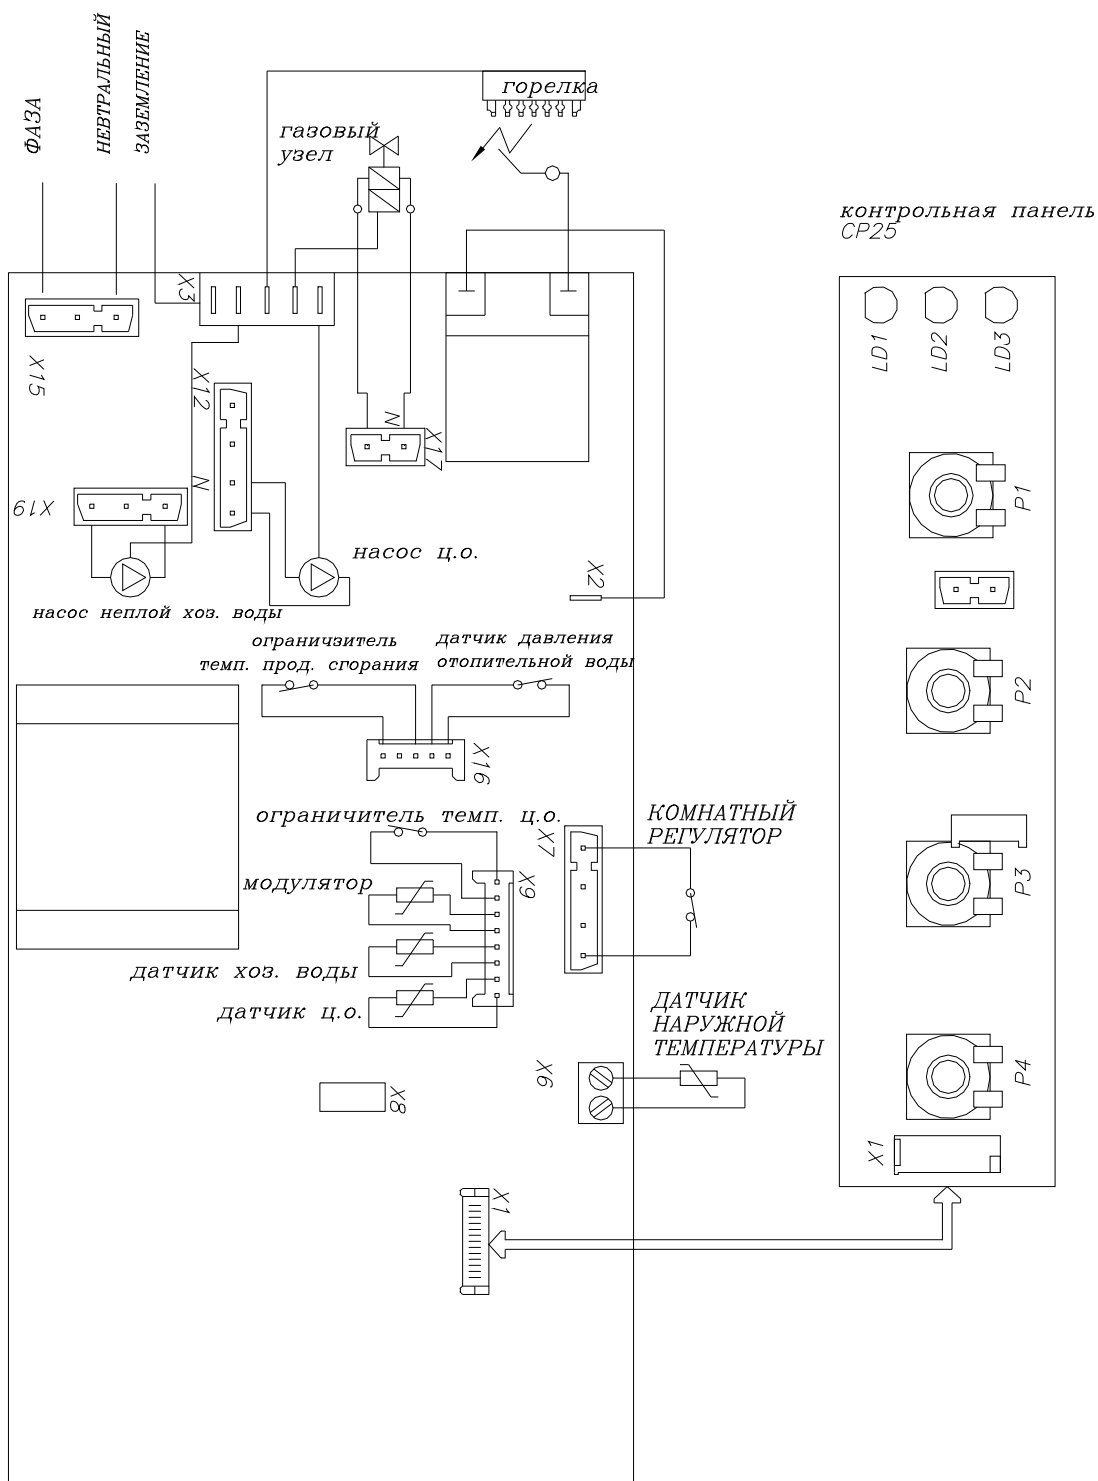
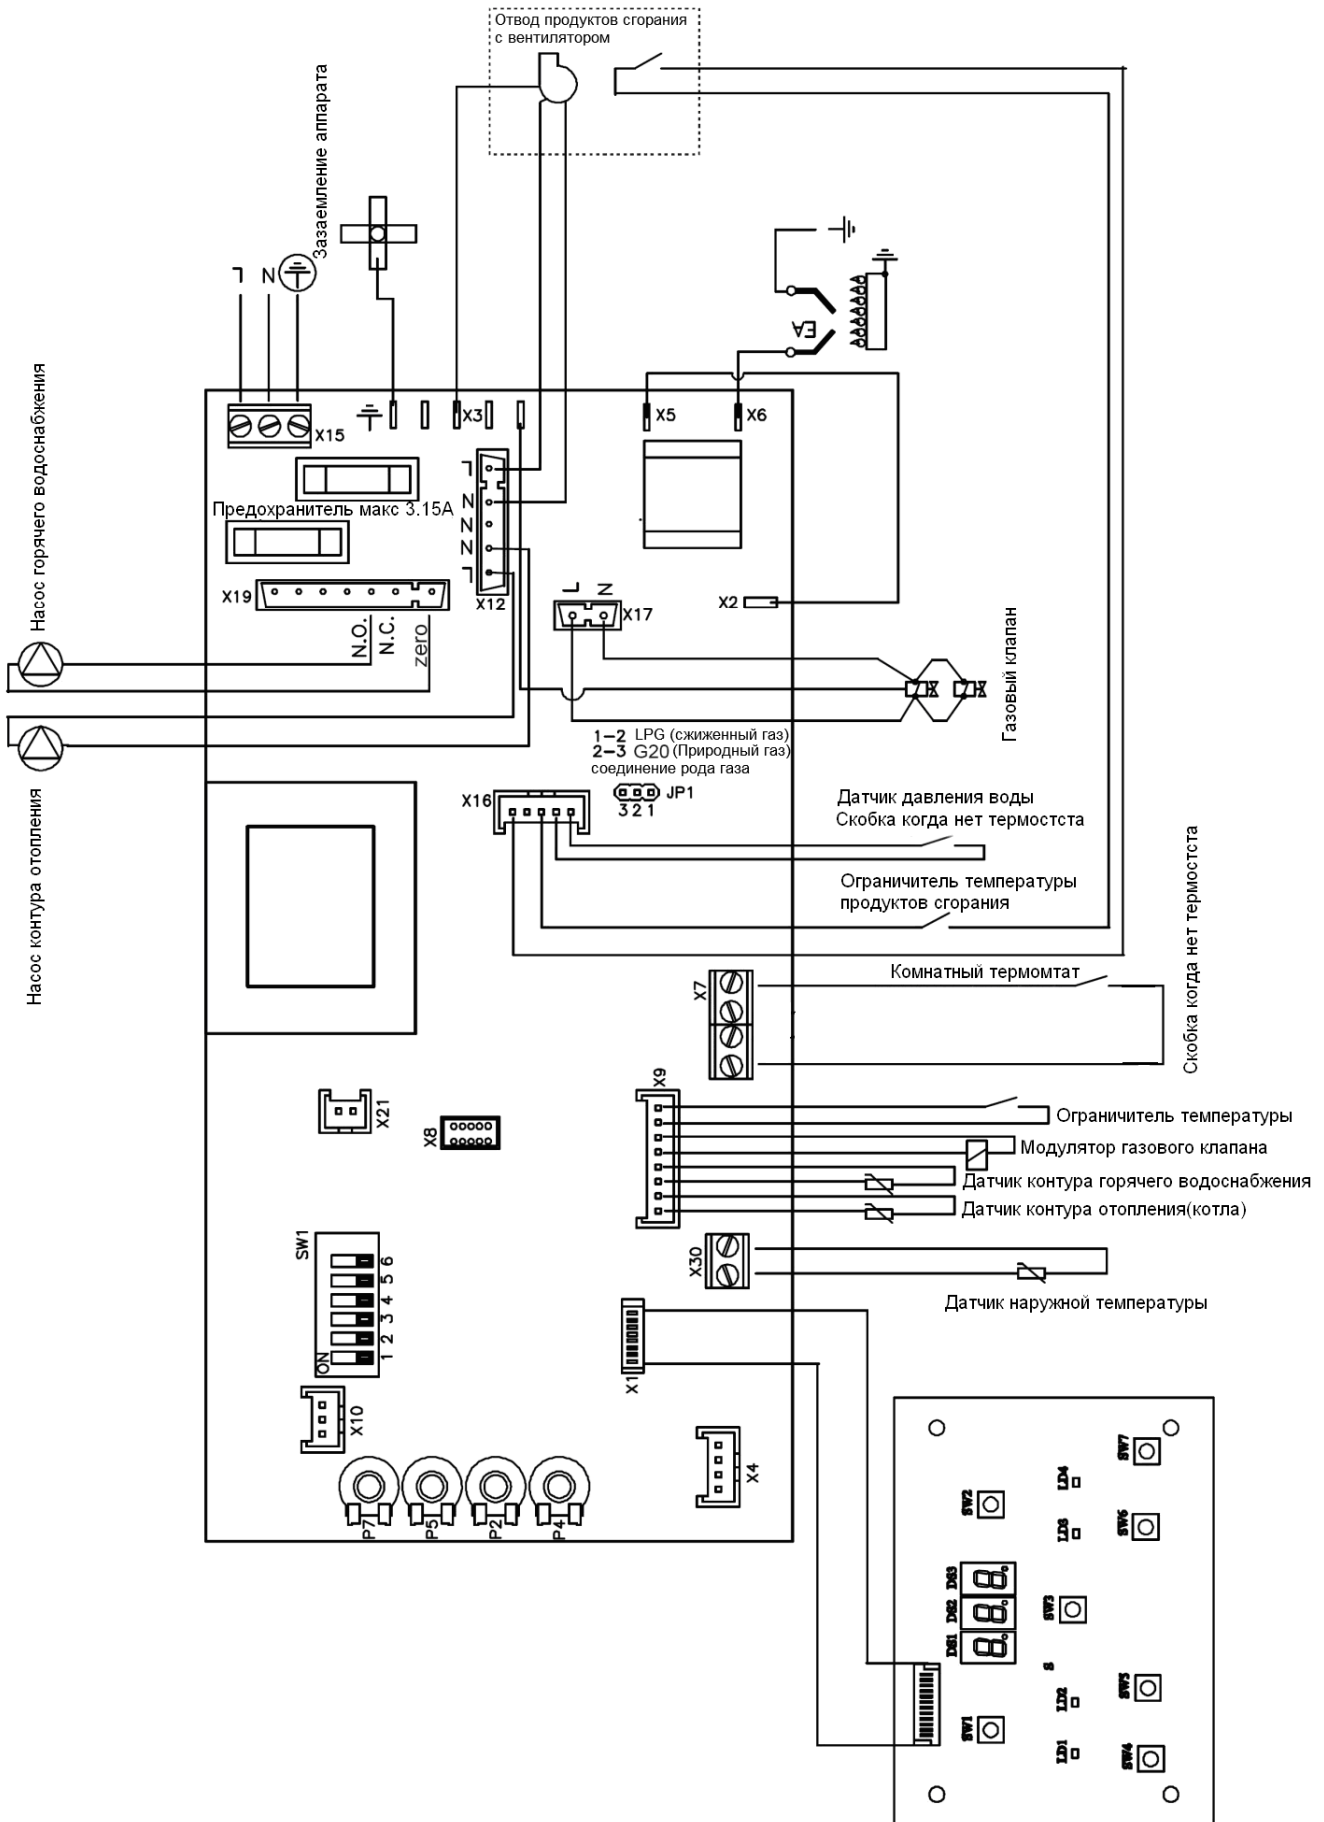

Рис. 3.9.1. Схема электрической установки котла
Рис. 3.9.2. Схема подключения командоконтроллера котлов TermoComfort NB, PAB (тип SAT2)
- подключение датчика температуры теплой хозяйственной воды к главной плите панели управления (гнездо X9, рис. 3.9.1)
- подключение насоса теплой хозяйственной воды к главной плите панели управления (гнездо X19, рис. 3.9.1)
От стороны котла провод надо подключить к кассете панели управления протягивая его через соответствующий ввод и подключить его к зажимной планке X6 которая находится на электронной плате панели управления- смотри рис. 3.9.1. или к планке X30 в случае применения командоконтроллера SAT2 (смотри рис. 3.9.2)